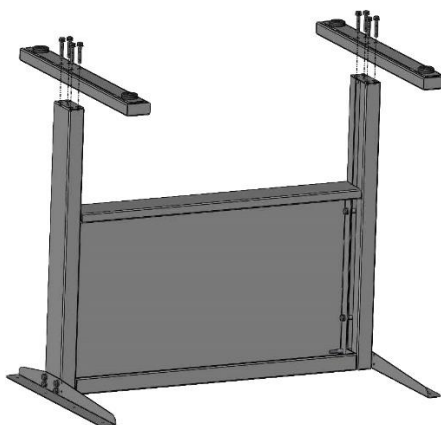

Рис.4 Установка опор на каркас
3. Устанавливаем стойки на опоры с помощью Болт М8х45 DIN933, Шайба М8 DIN 127, Шайба М8 DIN 125 (Рис.4).